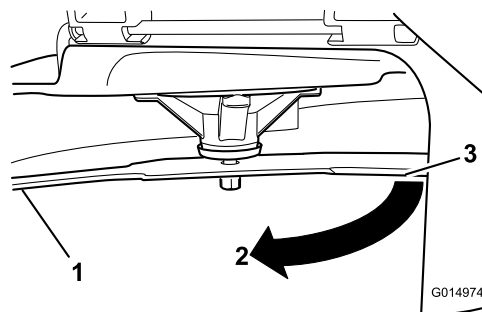

**Figuur 57**
2. Trek dikke handschoenen of andere adequate handbescherming aan en draai langzaam het mes in een stand die meting mogelijk maakt van de afstand tussen de maairand en het egale oppervlak waarop de machine staat (Figuur 57).